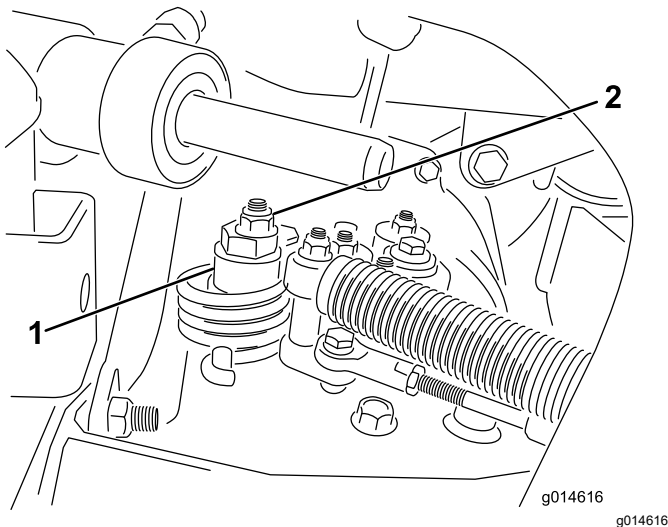

Figura 44
- A. Allentate il dado che fissa l'eccentrico alla parte superiore dell'igrostatato (Figura 44).
C. Fate girare l'eccentrico finché non riscontrate movimenti in alcuna direzione. Quando la ruota cessa di girare, serrate il dado di bloccaggio dell'eccentrico per mantenere la messa a punto (Figura 44). Verificate la regolazione portando l'acceleratore in posizione di MINIMA e MASSIMA.